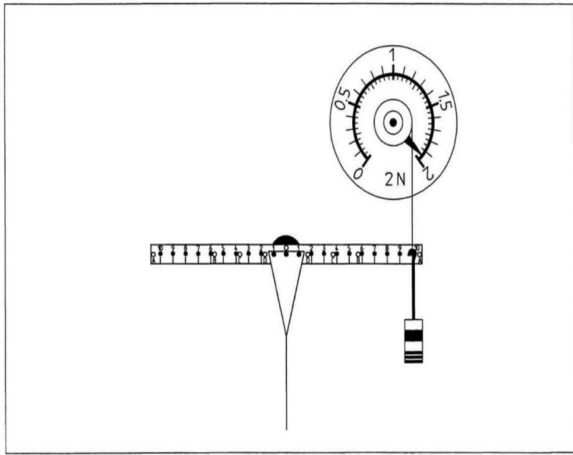

Abb. 2: Balkenwaage mit Gewicht und Kraftmesser
- Verschiebe Kraftmesser, bis der Hebel waagrecht steht und die Zugschnur senkrecht dazu verläuft (Abb. 2)